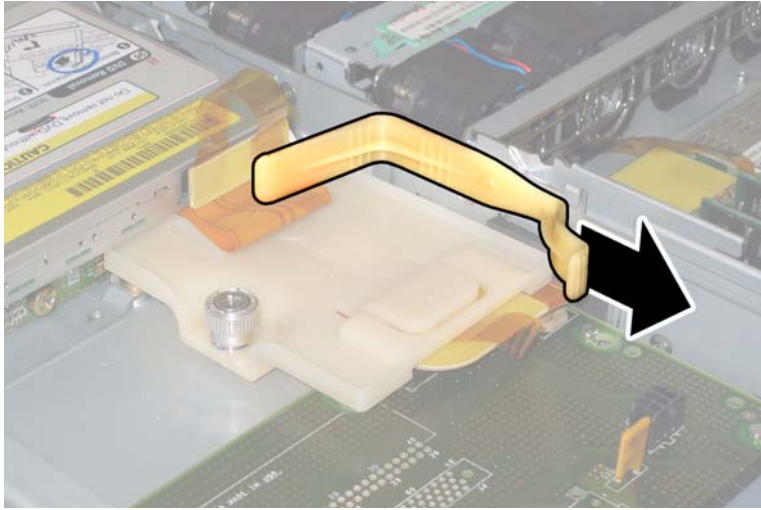

图 3-13 拆卸上部线缆固定架
6. 从机箱的间隔壁上卸下上部线缆固定架。请参见图 3-13。
注 - 当您更换 DVD-ROM 光盘驱动器、软线缆及线缆固定架时，请将软线缆重新定位在图 3-13 显示的折叠位置。请勿将软线缆挤夹在 DVD-ROM 光盘驱动器的背面，否则可能会损坏软线缆。